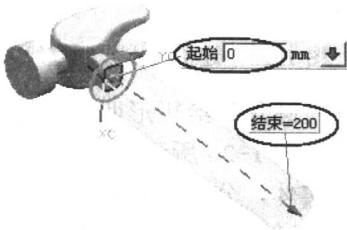
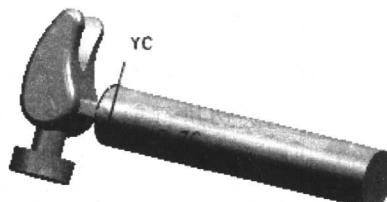

图 1-30 拉伸实体
图 1-31 手柄实体
(2) 利用工具条“成形特征”→“拉伸”拉伸生成手柄，并与前面生成的实体做求和布尔运算。拉伸方向及拉伸长度如图1-30所示，生成的手柄实体如图1-31所示。